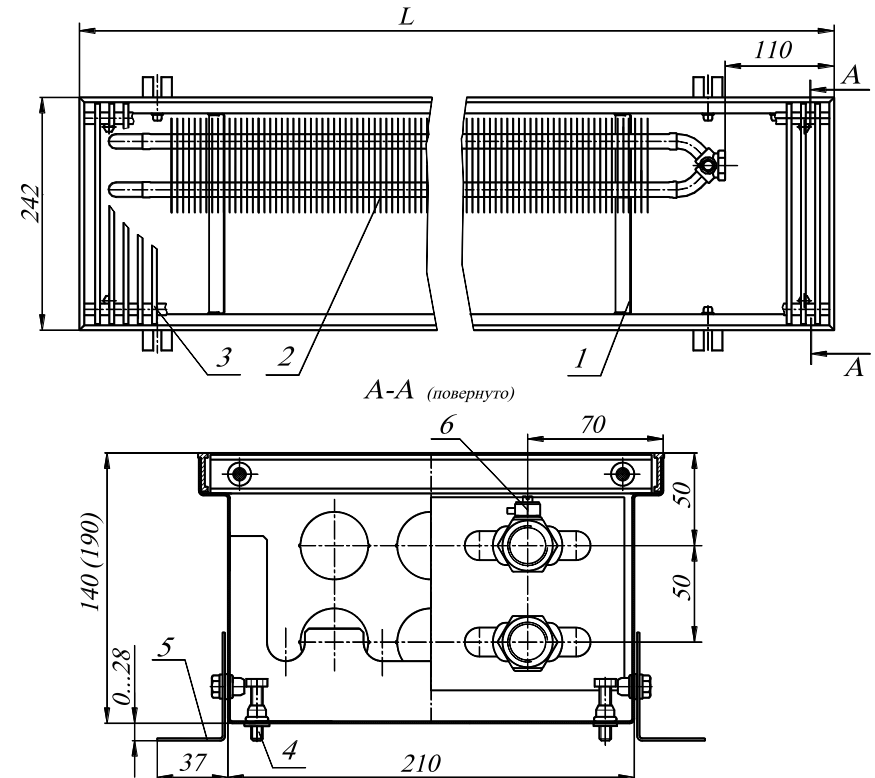

Рис. 1 Конвектор КРК 24.14(19).60...300 концевой
4.1. Конвектор состоит из следующих основных элементов (см. рис.1,2):
4.3. Размеры и технические характеристики изделий представлены на Рис.1, 2 и в таблице 1 .